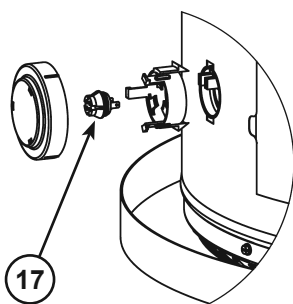

Figure 48
- 17 Capteur de vapeur inflammable (sous le couvercle) (voir Figure 8) (voir aussi Figure 48)